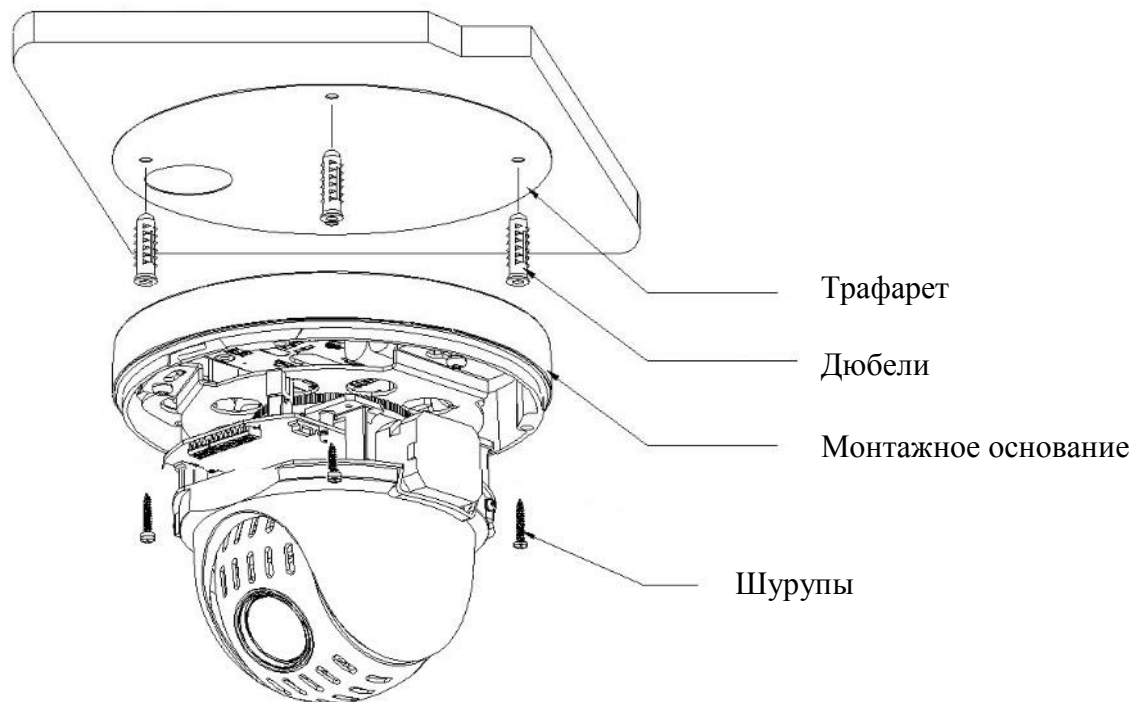

Рисунок 7.3
7.6 Прикрепите монтажное основание видеокмеры к установочной поверхности и закрепите видеокмеру (рис.7.3).